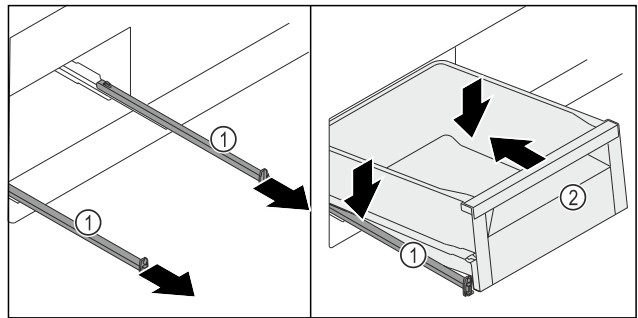

Fig. 119
- Schienen Fig. 119 (1) herausziehen.
- Schienen Fig. 119 (1) festhalten und Schubfach Fig. 119 (2) schräg von oben auf den Schienen Fig. 119 (1) aufsetzen.
- Schubfach Fig. 119 (2) auf den Schienen Fig. 119 (1) bis zum Anschlag nach hinten schieben.